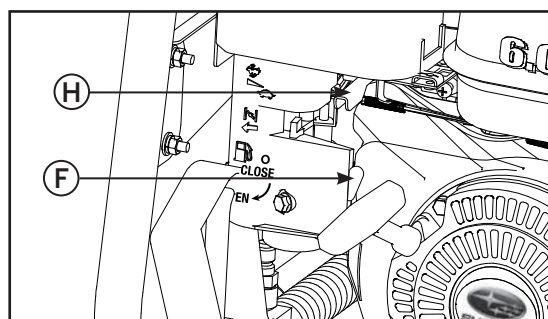

Figure 12
4. Déplacer le levier des gaz (H sur la figure 12) complètement vers la droite.
7. Tourner vers la droite la valve d'essence (F sur la figure 12), à la position «close».